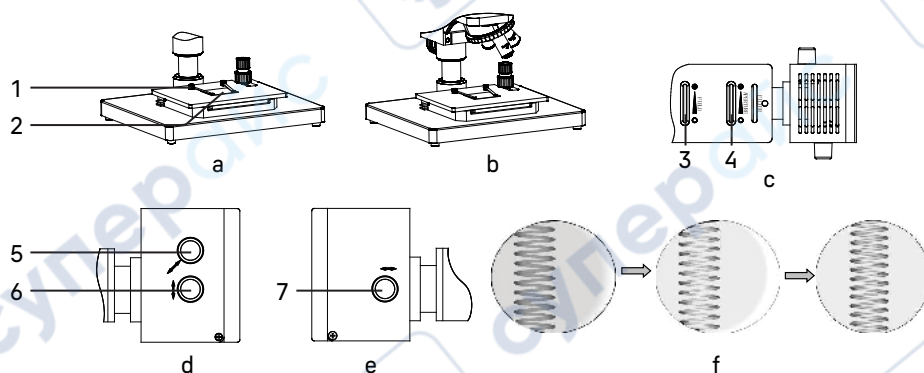

Рис. 9. Центрировка источника света
1. Кусок белой бумаги **2** (примерно 40 x 50 мм) положите на предметный столик и закрепите зажимами **1**, как показано на рис. 9а.
2. Выверните один из объективов из револьвера и введите в ход лучей свободное гнездо револьвера – отверстие без объектива, как показано на рис. 9б.
3. Откройте полевую и апертурную диафрагмы, в этот момент на белой бумаге появится яркое световое пятно с изображением нити накала внутри, как показано на рис. 9г.